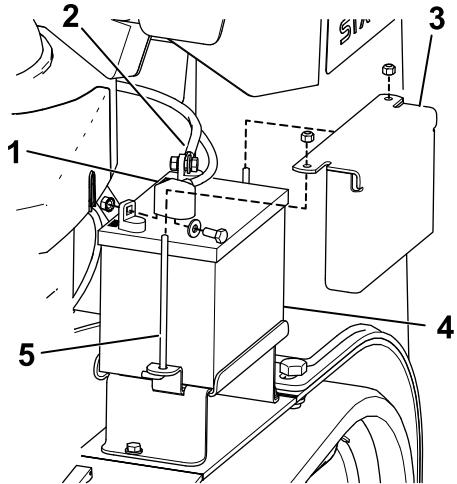

Figura 41
3. Levante la cubierta de goma negra del cable negativo. Desconecte el cable negativo del borne negativo (-) de la batería (Figura 41).
4. Retire la cubierta de goma roja del borne positivo (rojo) de la batería. Luego retire el cable positivo (rojo) de la batería (Figura 41).
5. Retire la pletina de sujeción, los pernos en J y las contratuerca que sujetan la batería (Figura 41), y retire ésta.
1. Usando las fijaciones que retiró anteriormente, conecte el cable positivo (rojo) al borne positivo (+) de la batería (Figura 41).
3. Usando las fijaciones que retiró anteriormente, conecte el cable negativo (negro) al borne negativo (-) de la batería (Figura 41).
4. Sujete la batería con la barra y las tuercas de orejeta (Figura 41).